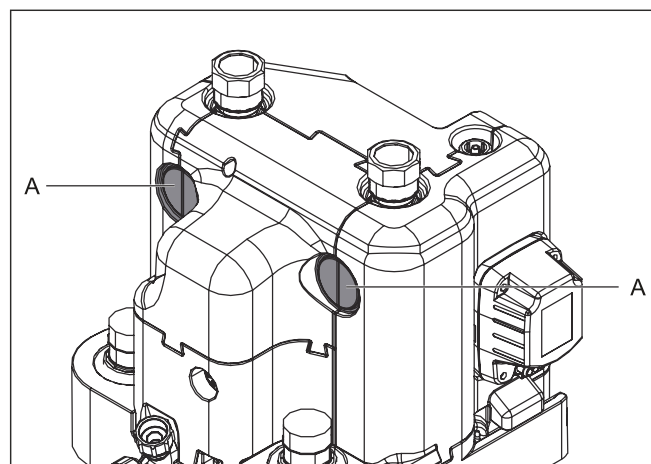

Fig. 3-21 Taglio apertura isolamento termico
- 16 Tagliare le aperture laterali dell'isolamento termico (Fig. 3-21, pos. A) con un utensile idoneo.